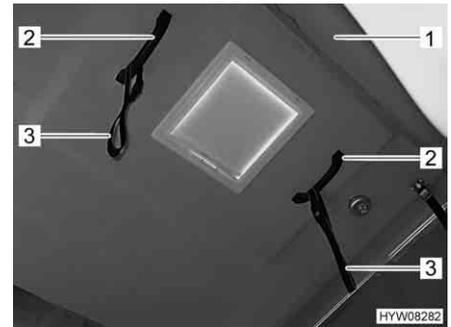
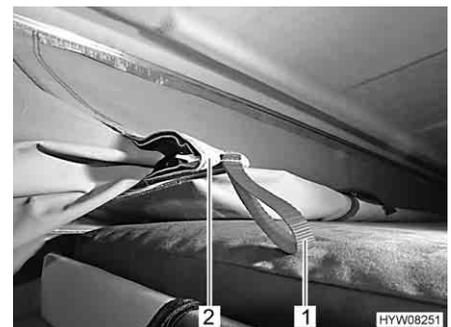

Fig. 40 Maniglia sul tetto a soffietto
Fig. 42 Dispositivo di inserzione
- Spingere il tetto a soffietto completamente verso l'alto mediante le maniglie (Fig. 40,2).
- Tirare lentamente verso il basso il tetto a soffietto (Fig. 40,1) tenendolo per le maniglie (Fig. 40,2) o le cinghie ausiliarie (Fig. 40,3) fino a che il tetto a soffietto rimane autonomamente in questa posizione. Prestare attenzione a che i dispositivi di inserzione laterali (Fig. 42,2) si pieghino verso l'interno.
- Tirare il tessuto della tenda per i passanti (Fig. 42,1) del dispositivo di inserzione (Fig. 42,2) verso l'interno.